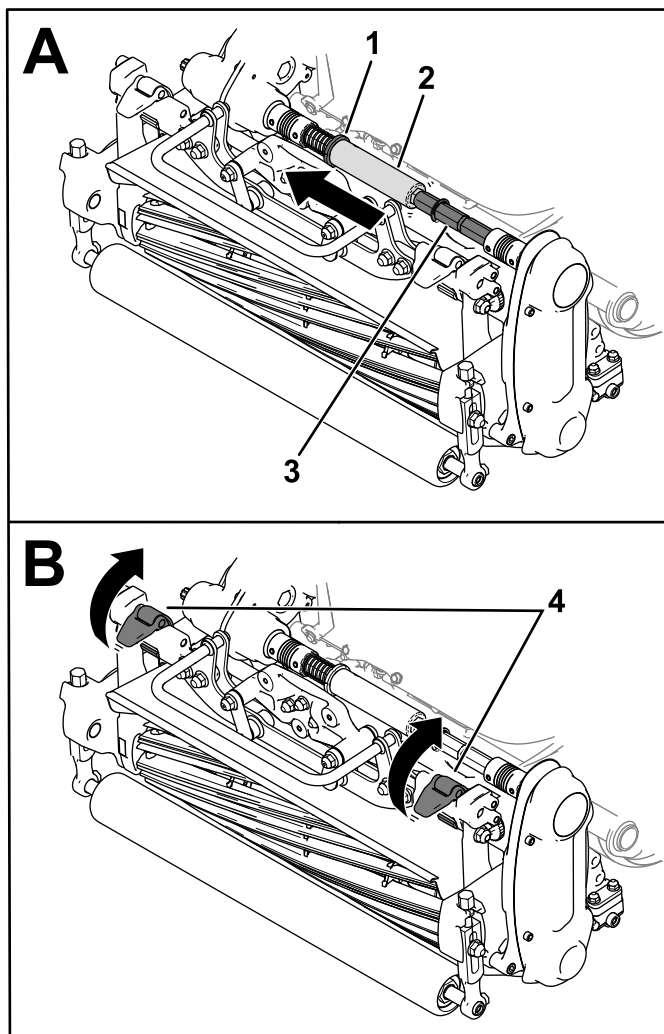

Figure 46
3. Placez le collet (Figure 46) dans la rainure de l'arbre de transmission.
4. Glissez le tube hexagonal hors de l'arbre d'accouplement de l'unité de coupe (Figure 46).
5. Relevez les verrous de suspension pour détacher l'unité de coupe de la machine (Figure 46).